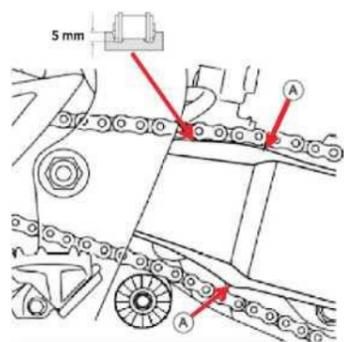

Fig. 1
1. Vérifiez que le curseur *Q* de la chaîne à bras oscillant ne s'arrête pas et/ou s'il n'est pas endommagé. Fig. 1
débit vers le carburateur. Fig. 1